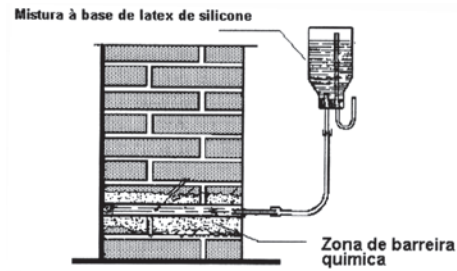

Fig. 3 – Aplicação de barreira química por absorção lenta
C) Interceptação capilar com barreira química (Fig. 3 e 4)